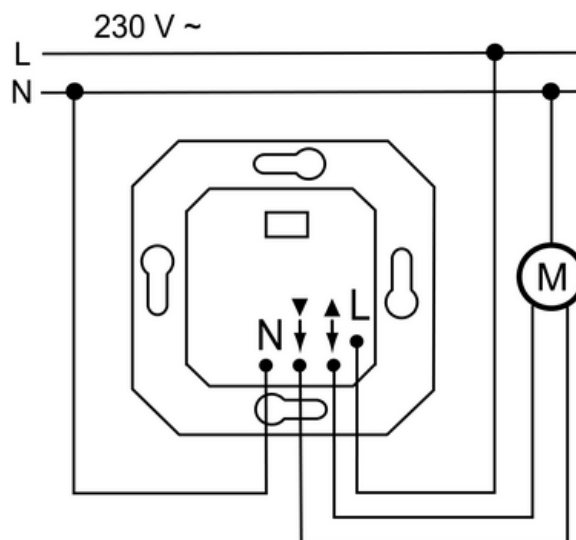

Figura 2: Collegamento unità di comando
- Collegare l'unità di comando veneziana secondo lo schema elettrico degli allacciamenti (figura 2).